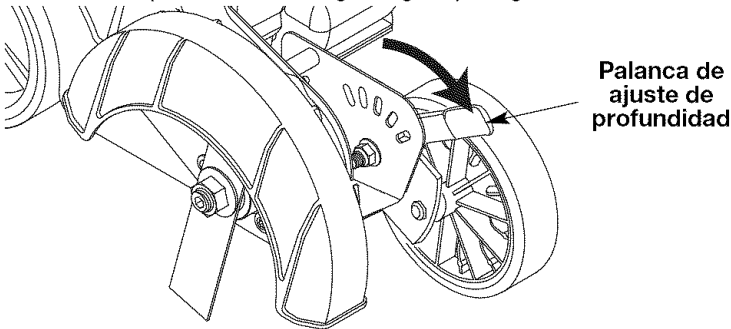

Fig. 36
2. Mueva la palanca de ajuste de profundidad completamente hacia adelante (Fig. 36) para levantar la rueda delantera de manera que la cuchilla tenga holgura para girar libremente.